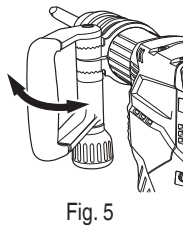
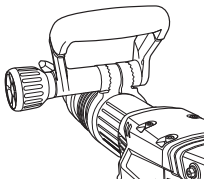

Fig. 5
Fig. 6
- (2) Ajústela en una posición que facilite la operación vertical (hacia arriba y hacia abajo), como se muestra en la Fig. 5, la Fig. 6 y la Fig. 7.
- (3) Gire la empuñadura en el sentido de Ⓑ para fijar el asa.